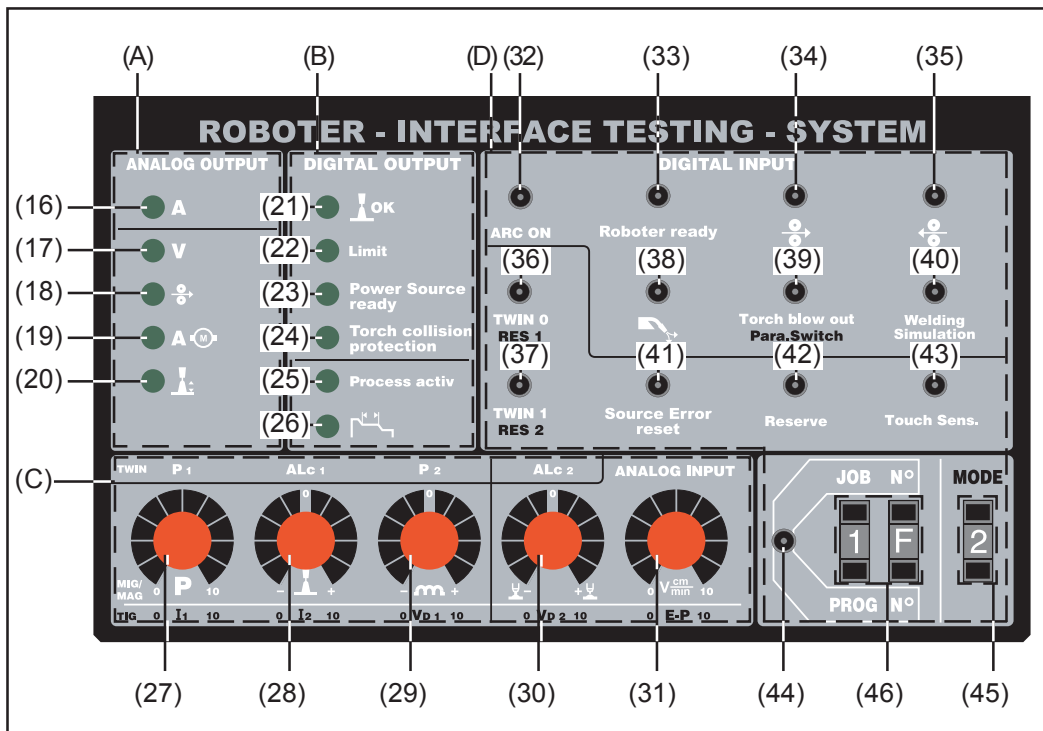

Abb.2 Bedienpanel Roboter-Interface Testing-System
Allgemeines Analoge Ausgangssignale sind in Abb.2 unter der Kategorie (A) „Analog Output“ zusammengefaßt. Die analogen Ausgangssignale verlaufen vom Roboterinterface zum Roboterinterface Testing System.
Digitale Ausgangssignale sind in Abb.2 unter der Kategorie (B) „Digital Output“ zusammengefaßt. Die digitalen Ausgangssignale verlaufen vom Roboterinterface zum Roboterinterface Testing System.
Analoge Eingangssignale sind in Abb.2 unter der Kategorie (C) „Analog Input“ zusammengefasst. Die analogen Eingangssignale verlaufen vom Roboterinterface Testing System zum Roboterinterface.